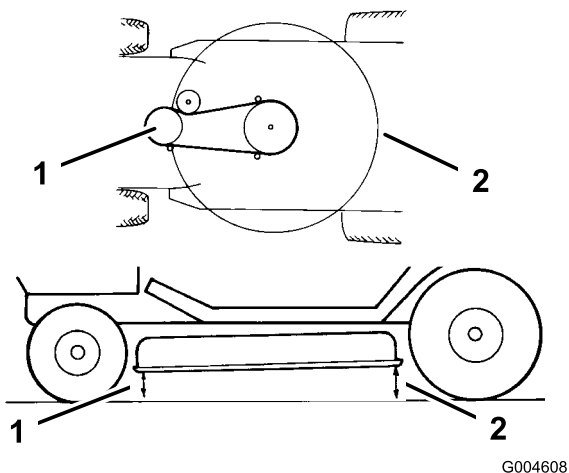

Figura 46
10. Verifique la inclinación longitudinal midiendo entre la base del cortacésped (centro de los bordes delantero y trasero) y la superficie plana (Figura 46). Si la parte delantera del cortacésped está más de 16 mm más baja que la parte trasera del cortacésped, ajústela: consulte los pasos 11 a 17.